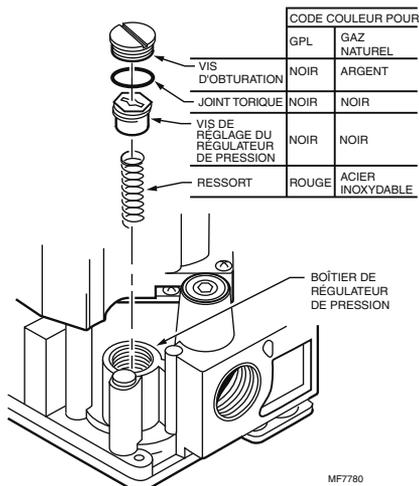

Fig. 2. Installation de la trousses de conversion dans le régulateur.
4. Insérez le ressort de remplacement. Consultez la Fig. 2.